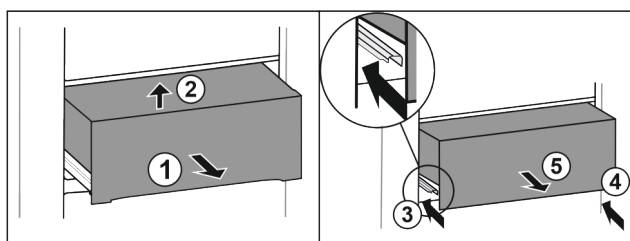

Fig. 28 *
- ▶ Вытяните выдвижной ящик наполовину Fig. 28 (1).*
- ▶ Приподнимите спереди Fig. 28 (2).*
- ▶ Вставьте левую направляющую Fig. 28 (3).*
- ▶ Вставьте правую направляющую Fig. 28 (4).*
- ▶ Извлеките выдвижной ящик движением вперед Fig. 28 (5).*